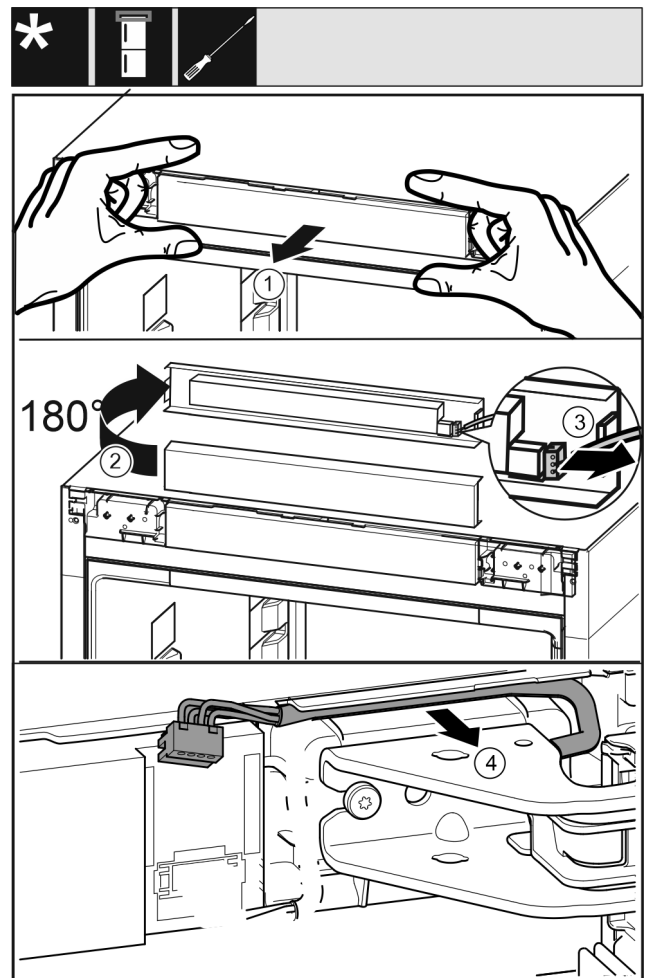

Fig. 19
- ▶ Oprezno odvojite masku uređaja za rukovanje prema naprijed. Fig. 19 (1)
- ▶ Okrenite masku za rukovanje prema gore za 180°. Fig. 19 (2)
- ▶ Pritisnite jezičac prema natrag i oprezno izvucite utikač. Fig. 19 (3)
- ▶ Oprezno otpustite kabel iznad podloška ležaja iz vodilice. Fig. 19 (4)